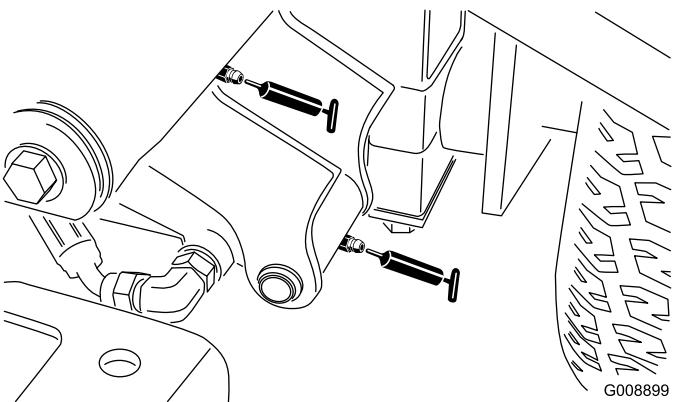

**Figura 42**
- Pivote de tensión de la correa (Figura 42)